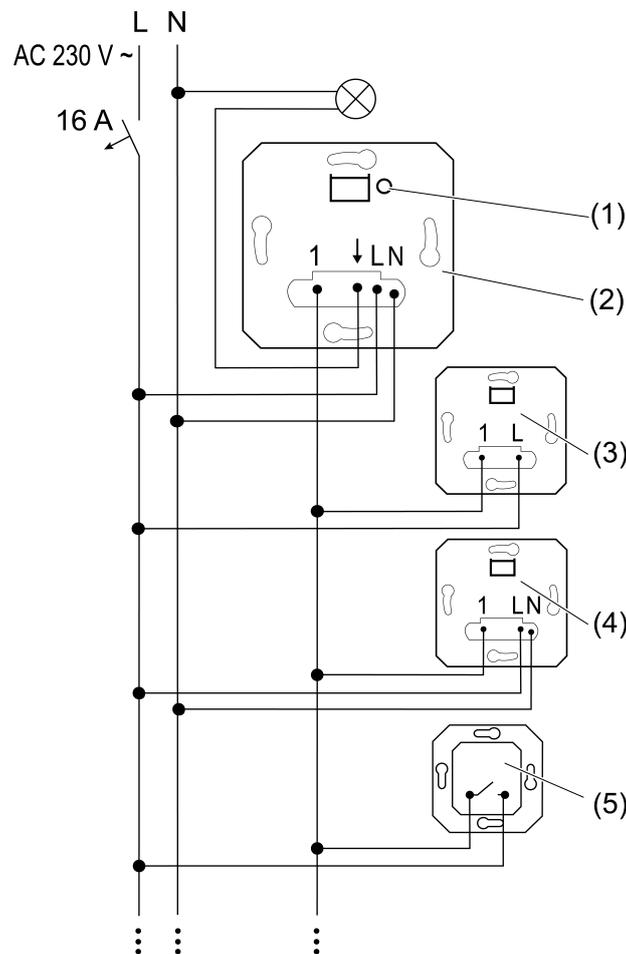
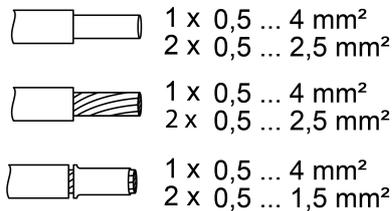

Bild 1: Anschlussplan mit optionalen Nebenstellen
Bild 3: Klemmbarer Leiterquerschnitt
- Schalteinsatz (2) gemäß Anschlussplan anschließen (siehe Bild 1). Dabei klemmbare Leitungsquerschnitte beachten (siehe Bild 3).
- 2-Draht-Nebenstelle (3), 3-Draht-Nebenstelle (4) und Taster, Schließerkontakt (5) anschließen, optional.
Klemmbarer Leiterquerschnitt (siehe Bild 3)